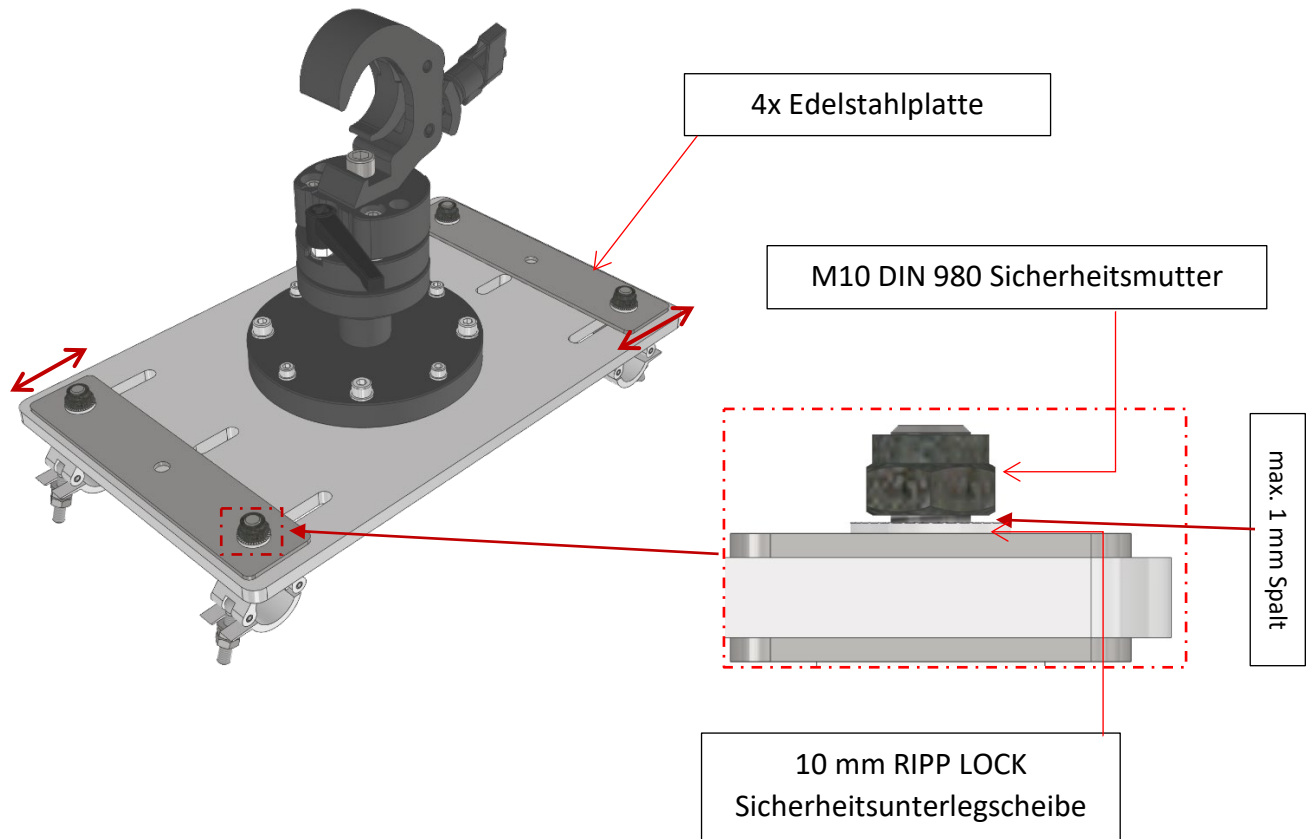

Abbildung 2 Einstellung der Klemmenposition
Schritt 1: Lösen Sie die vier DIN 980 M10-Sicherheitsmutter bis zwischen der Mutter und der 10-mm-RIPP-LOCK-Sicherheitscheibe ein Spalt von maximal 1 mm entsteht, wie in Abbildung 2 beschrieben. Damit kann die Position der Schellen an die Maße eines passenden EVO FRAME angepasst werden.